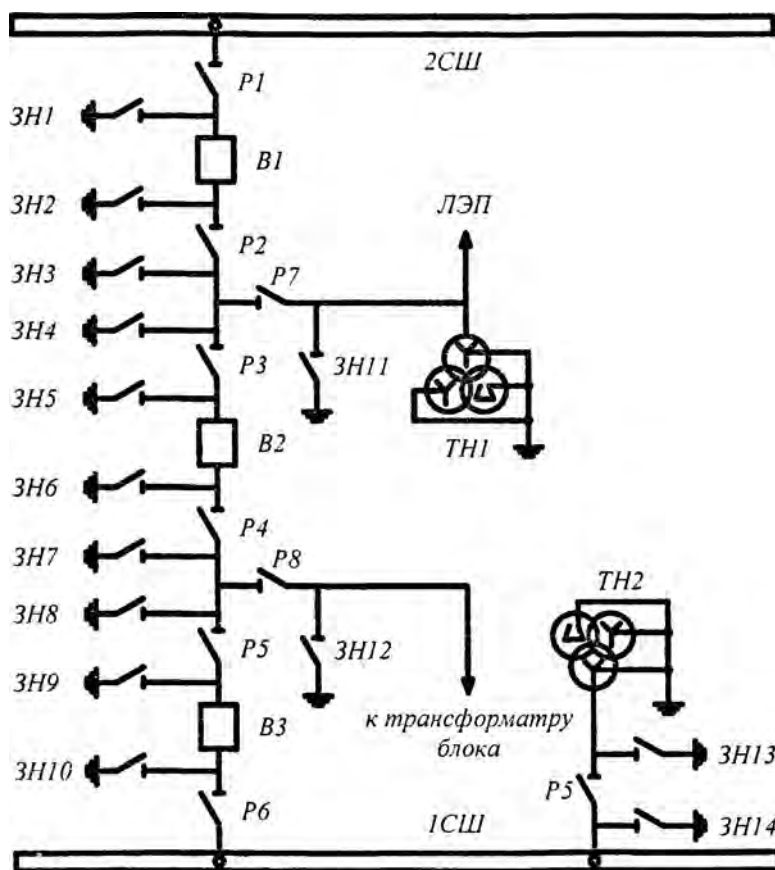

Рисунок 3. Полуторная схема
- полуторная схема (рисунок 3);